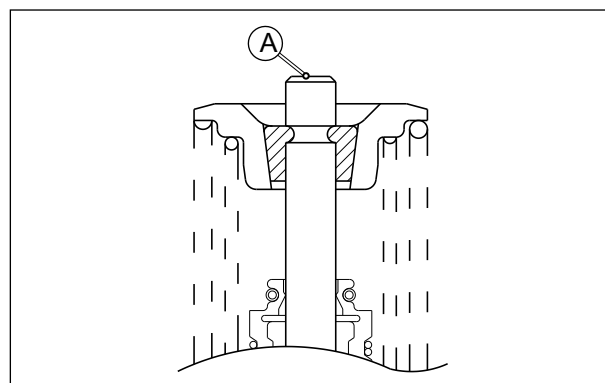

Fig. 3.66
Inspecione a face da extremidade da haste da válvula (A) quanto a corrosão e desgaste. Se for observada alguma corrosão ou desgaste, substitua a válvula por uma nova. (Fig. 3.66)